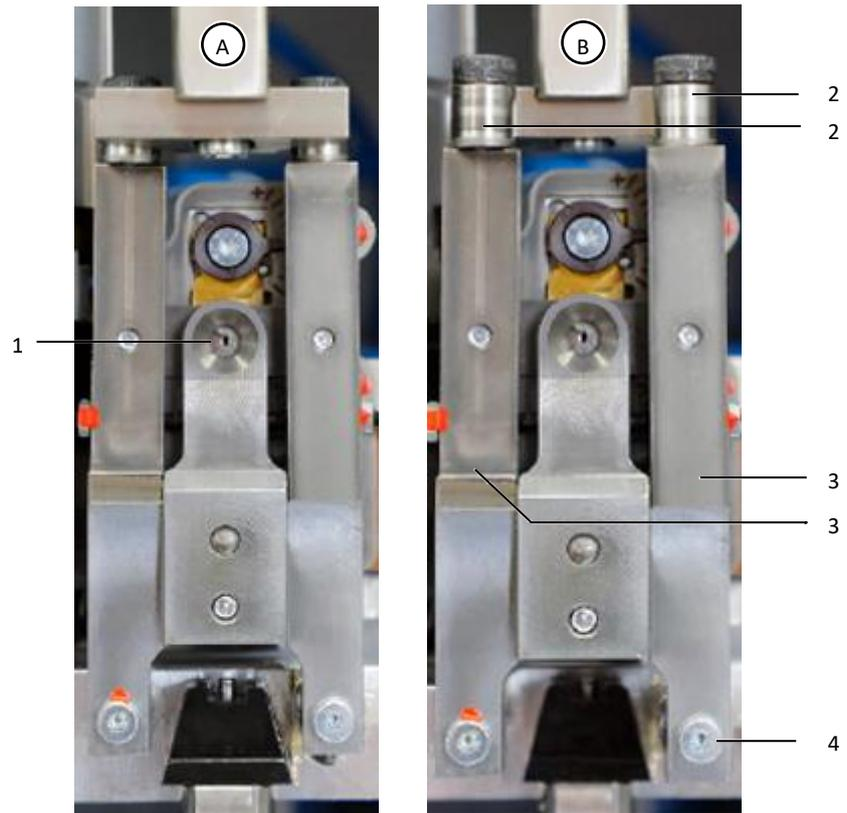

Abb. 11: Litzenfixiereinheit in Betriebsposition (A) und nach vorn gezogen (B)
- Reinigen Sie den Einführtrichter (Abb. 11, Pos. 1) mit einem Pinsel.
- Ziehen Sie die Litzenfixiereinheit nach vorn (Abb. 11, Pos. B).
- Prüfen Sie, ob die Laufrollen (Abb. 11, Pos. 2) leichtgängig sind.
- Ölen Sie die Drehpunkte (Abb. 11, Pos. 3) der Litzenfixiereinheit.
- Stellen Sie sicher, dass sich die Litzenfixiereinheit in der vorderen Position befindet (Abb. 11, Pos. B).
- Entfernen Sie die rechte untere Schraube der Litzenfixiereinheit (Abb. 11, Pos. 4).